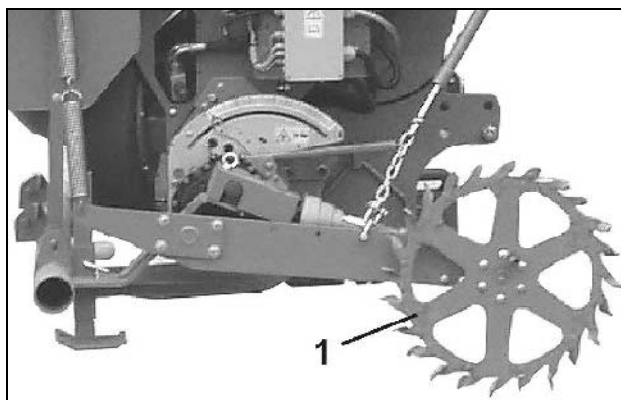

Fig. 25
- Støttehjulet (Fig. 25/1) driver via variogearet doseringsvalserne i doseringsenheden til såsæd (ikke i maskiner med elektrisk fuldautomatisk doseringsenhed).